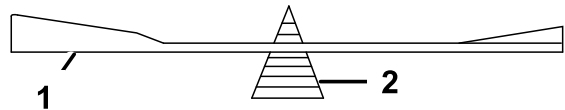

Figura 117
- Verifique el equilibrio de la cuchilla colocándola sobre un equilibrador de cuchillas (Figura 117).